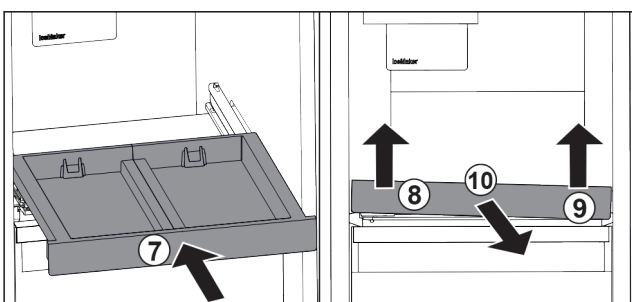

Fig. 196
- Rentrer le compartiment coulissant. Fig. 196 (7)
- Soulever le compartiment coulissant au niveau de la partie avant gauche. Fig. 196 (8)
- Soulever le compartiment coulissant au niveau de la partie avant droite. Fig. 196 (9)
- Retirer le compartiment coulissant par l'avant. Fig. 196 (10)